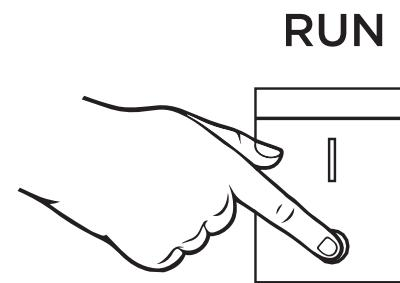

Figure 16 - Mettre le commutateur du moteur en position **STOP**
3. Mettre le commutateur de contrôle du moteur en position **STOP** ou, si vous prévoyez entreposer la génératrice après usage, mettre le robinet d'arrêt du carburant en position **OFF** et laisser l'essence restante être consommée dans le carburateur. (Voir la figure 16).